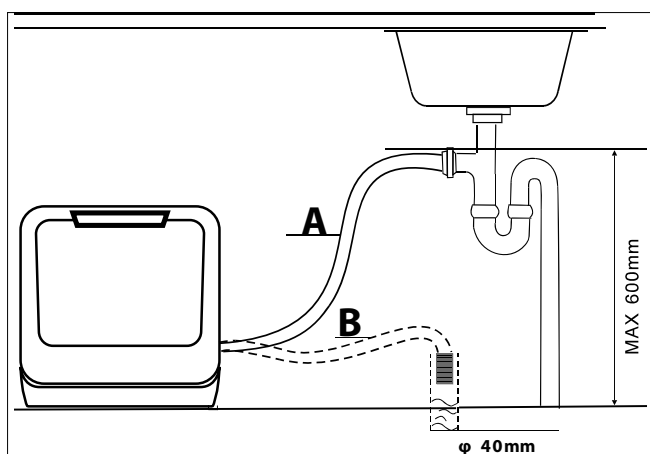

Fig. 8 – Raccordement du siphon
- Raccordez le tuyau d'évacuation au siphon (pour machines à laver) du tube d'évacuation sous l'évier (voir Fig. 8). Veuillez prévoir une pente suffisante pour le tuyau d'évacuation. L'appareil doit être placé au moins 4 cm au-dessus de l'évacuation.